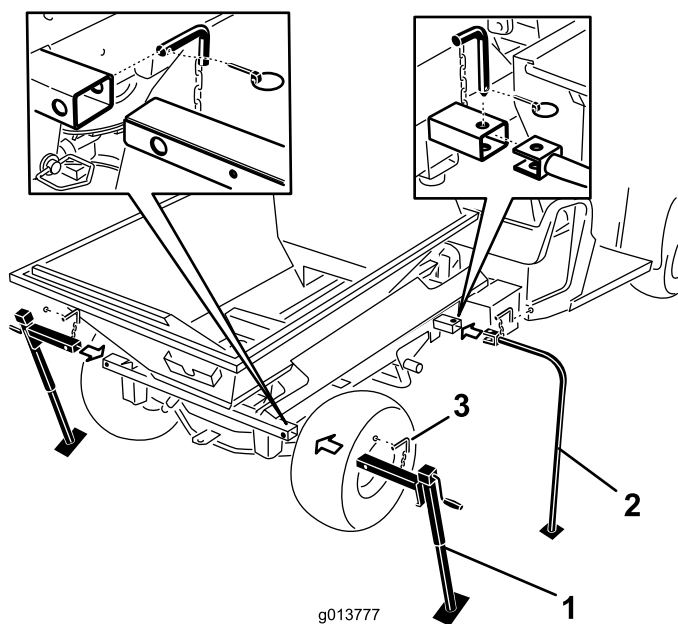

Bild 42
7. Setzen Sie vorderen Abstellstützen und die hinteren Achsständer in die ProPass-Rohre und befestigen Sie mit Arretierbolzen (Bild 42).